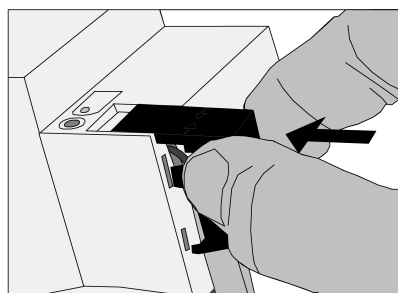

Bild 4: Abdeckkappe aufstecken
- Abdeckkappe über die Busklemme stecken, bis sie einrastet (siehe Bild 4).